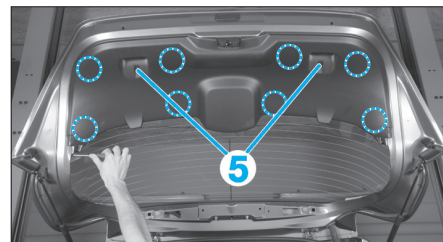

Fig. 88
- Déposer les vis de fixation (5) (Fig.88), puis dégrafer la garniture de hayon arrière.